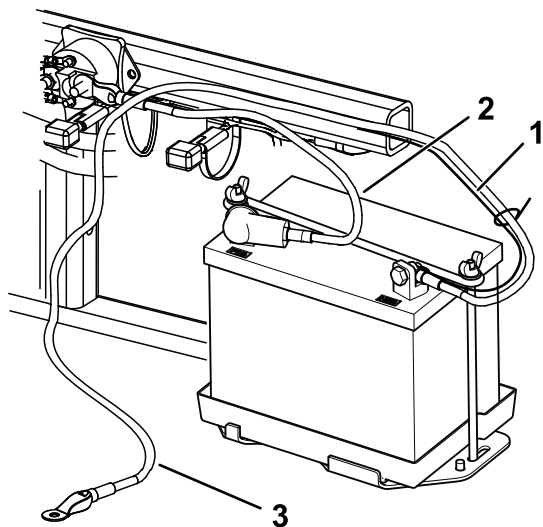

Figure 6
- Fixez le câble positif (rouge) à la borne positive (+) avec un boulon ($\frac{1}{4} \times \frac{5}{8}$ po) et un contre-écrou (Figure 6).
3. Fixez le petit câble noir et le câble négatif (noir) à la borne négative (-) de la batterie au moyen d'un boulon ($\frac{1}{4} \times \frac{5}{8}$ po) et d'un contre-écrou ($\frac{1}{4}$ po) (Figure 6).